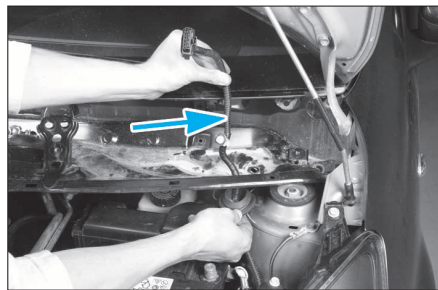

FIG. 9
- Sortir le faisceau de moteur d'essuie-vitre de la tôle d'auvent (fig. 9).